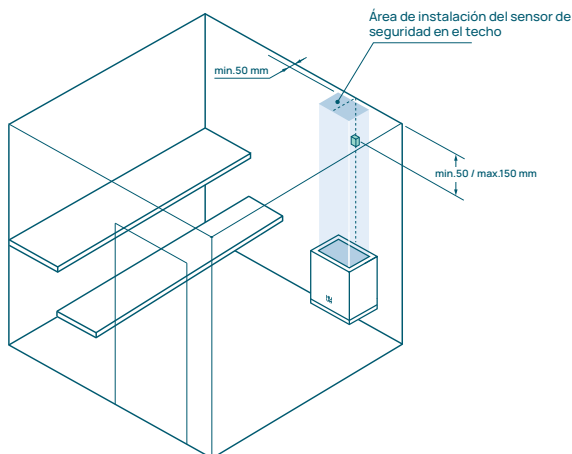

Figura 1. Ubicación del sensor de temperatura/seguridad.
* - Las distancias mínimas de seguridad al techo son válidas solo si el sensor de temperatura/seguridad se coloca en el área designada en la pared o el techo como se indica en la Figura 1.